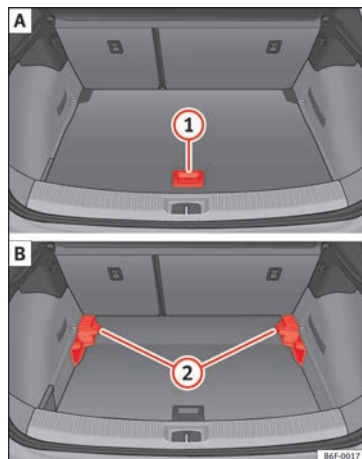

Fig. 168 Piano variabile del bagagliaio: **A** posizione elevata; **B** posizione bassa.
- Sollevare il piano mediante la maniglia » **fig. 168** ① e tirarlo all'indietro fino a quando la parte anteriore del piano sarà completamente fuoriuscita rispetto ai supporti ②.
- Far scorrere il piano in avanti attraverso i supporti fino a farlo entrare in contatto con lo schienale dei sedili posteriori, e, successivamente, abbassare il piano con la maniglia ①.